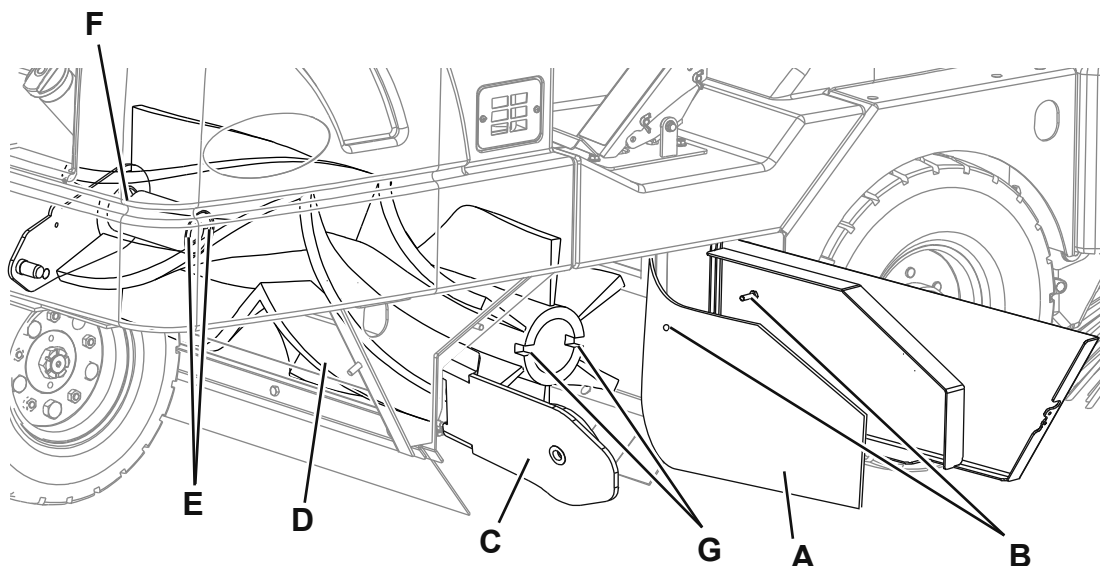

Figure 2
3. Tourner la clé de contact (57) et démarrer la machine.
4. Baisser le balai central au moyen du levier (53).
5. Tourner la clé de contact (57) sur "O" pour arrêter la machine.
6. Ouvrir le panneau droit (18).
7. Déplacer le volet latéral droit (A, Fig. 2) et le fixer à la goupille (B).
8. Ouvrir le groupe levier de renvoi (C) du groupe balai central (D).